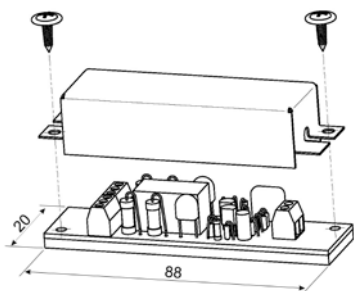

Рис. 7
- 5.8 Модуль управления (рис.7) размещается в любом удобном месте. Кожух, закрывающий печатную плату модуля, в комплект поставки не входит и заказывается отдельно. Длина соединительного кабеля от замка до модуля управления не ограничивается при условии обеспечения падения напряжения в проводах не более 0,5В в режиме «подброса» якоря. Допускается скрытая установка модуля внутри дверной коробки.